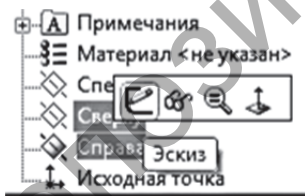

Рисунок 14.1
1. Создайте новый документ, выбрав в качестве типа документа вариант «Деталь». Выберите в дереве конструирования плоскость для построения эскиза, щелкнув на пункте «Справа», и в появившейся панели щёлкните на кнопке «Эскиз» (рис. 14.1). Установите вид справа, выбрав команду «Стандартные виды→Справа» или щёлкнув на кнопке «Справа» в пиктографическом меню кнопки «Ориентация видов». Постройте эскиз согласно примеру (рису. 14.2). Проставьте размеры, щёлкнув на кнопке «Автоматическое нанесение размеров». В завершение выйдите из режима создания эскиза, снова щёлкнув на кнопке «Эскиз».